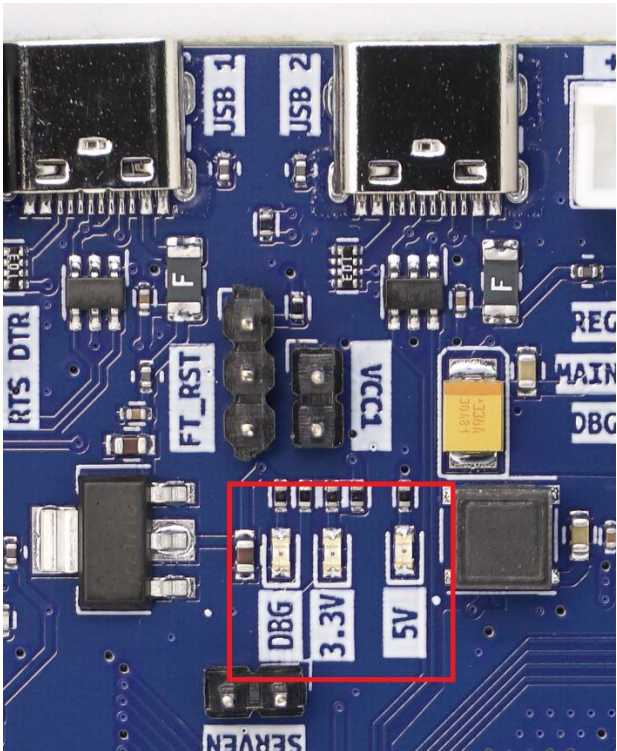

Рисунок 10 – Индикация режимов электропитания
– соответствует 5 В, «3,3 V» – соответствует 3,3 В, «DBG» – соответствует 3,3 В от разъема программатора (см. рисунок 10).